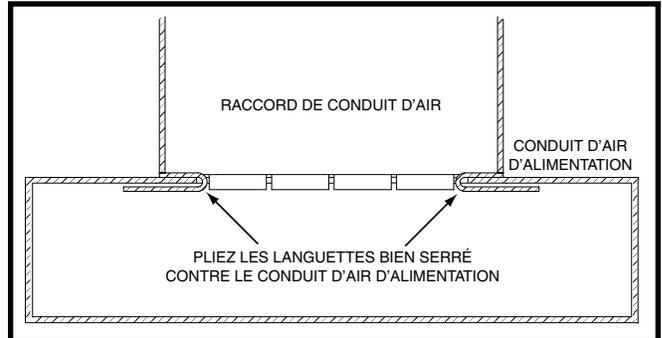

Figure 10. Languettes du raccord de conduit
8. Pliez les deux languettes vers le haut de 90° sur la plaque de montage. Voyez la Figure 10 \(page 8\).